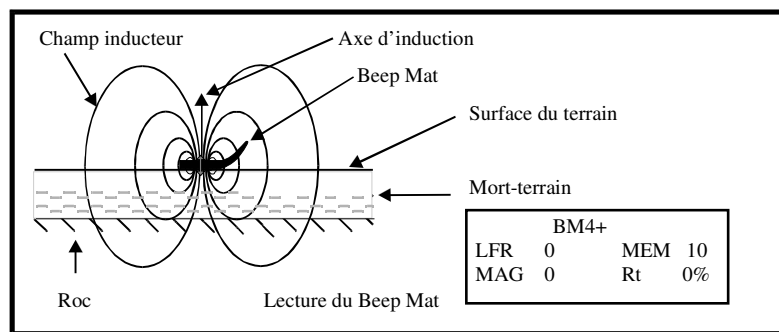
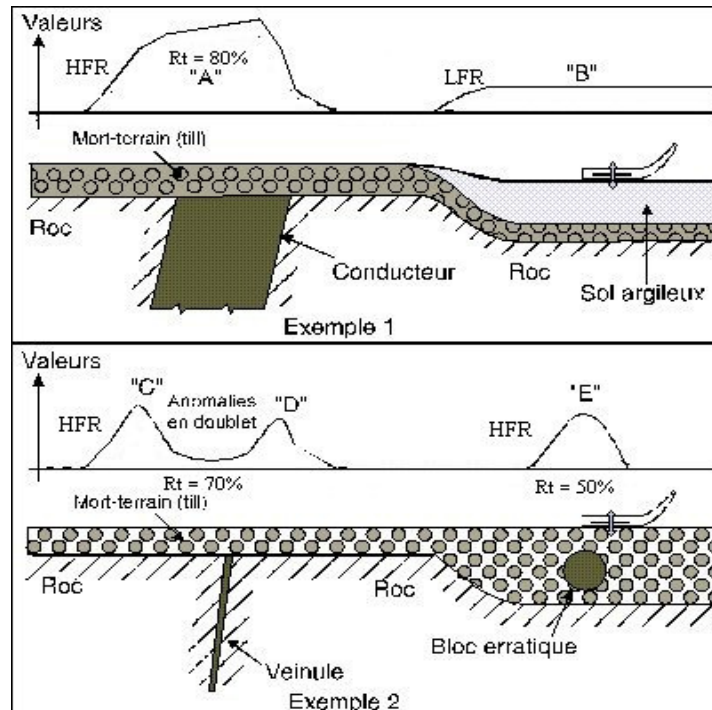
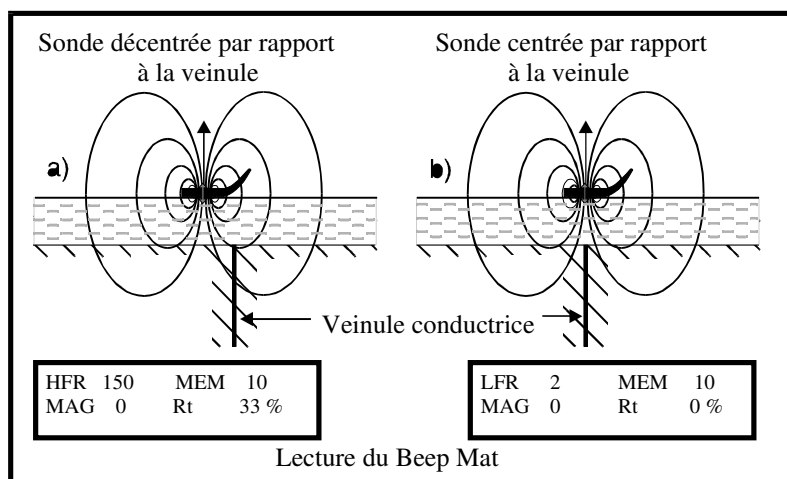
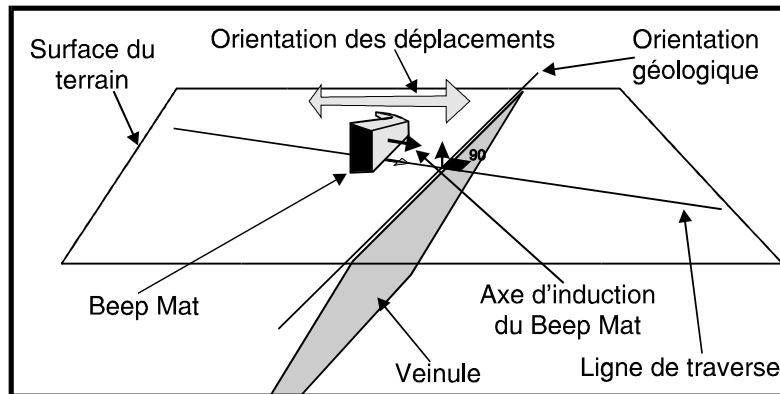

Figure 8 : Lecture typique sans anomalie
Figure 10 : Exemples de profils typiques du *Beep Mat*
Figure 11 : Explication de la plupart des anomalies
Figure 14 : Confirmation des anomalies en doublet
Pour vous aider à mieux interpréter ces valeurs, un exemple pratique est donné à la figure 10 (paragraphe 6.2).
Les valeurs (L/H)FR et MAG sont influencées par la conductivité d'un objet et son contenu en magnétite. Une valeur LFR indique que cet objet est plus magnétique que conducteur, alors qu'une valeur HFR indique l'inverse. Un bloc conducteur et magnétique pourrait donner une valeur (L/H)FR selon la proportion de ces éléments. Plus l'objet est gros ou près de la sonde, plus la valeur est élevée. La présence d'humidité dans le sol a pour effet d'ajouter une composante de 0 à -100 à la valeur MAG (voir figure 8), ce qui fait qu'en l'absence de conducteur, les lectures sont généralement LFR.
On peut dessiner un profil des valeurs affichées par le *Beep Mat* le long d'une traverse, mais il est plutôt suggéré de s'en faire seulement une image mentale. La figure 10 illustre deux exemples simplifiés, mais typiques. Comparez-la avec les figures 8, 9 et 11. En étudiant ces figures, vous devriez être en mesure d'interpréter les profils.
Voici comment interpréter la figure 10 :
- Examinez les anomalies « C » et « D » de l'exemple 2 ci-haut. Ces deux anomalies, formant un doublet, sont toutes deux causées par l'effet d'une veinule quasi verticale. Comparez avec les cas « a » et « b » de la figure 11. Il n'y a pas d'anomalies au-dessus de la veinule, car les lignes d'induction (voir chapitre 4) ne la traversent pas (figure 11, cas « b »). Pour plus d'explications, voir aussi la figure 14, au paragraphe 7.3.
Si vous trouvez deux anomalies *Beep Mat* le long du trajet et qu'elles sont rapprochées en doublet (environ 1 mètre entre elles), il se peut que vous ayez affaire à une seule veinule au milieu et non à deux (voir figure 10, anomalies « C » et « D »). Déterminez l'axe du conducteur. Ensuite saisissez la sonde en la tenant sur le côté, comme illustré à la figure 14. Son axe d'induction devrait donc être horizontal et perpendiculaire à l'orientation géologique. Traversez les anomalies avec la sonde ainsi orientée. Vous ne trouverez peut-être qu'une seule anomalie au centre. C'est là qu'il faut creuser. Si les deux anomalies persistent, creusez à chaque endroit.